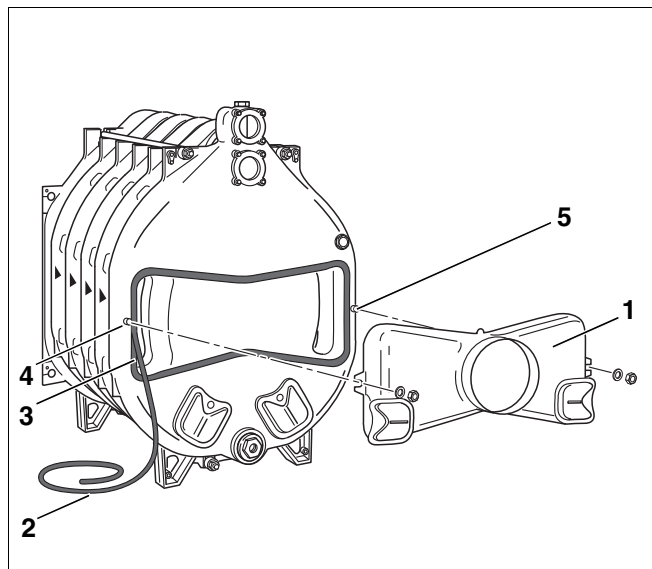

Fig. 24 Montaggio – collettore fumi
Per l'ermetizzazione dei collegamenti tra la caldaia e il collettore fumi (fig. 24, [1]) viene utilizzato il cordone KM (fig. 24, [2]).
- ▶ Premere fissamente il cordone KM nella scanalatura. Il cordone di tenuta deve essere inserito in maniera tale, che la sua giunzione si trovi nel settore laterale della scanalatura (fig. 24, [3]).
- ▶ Mettere il collettore fumi su entrambi i prigionieri dell'elemento posteriore (fig. 24, [4] e [5]) ed avvitarlo con rondelle e dadi.